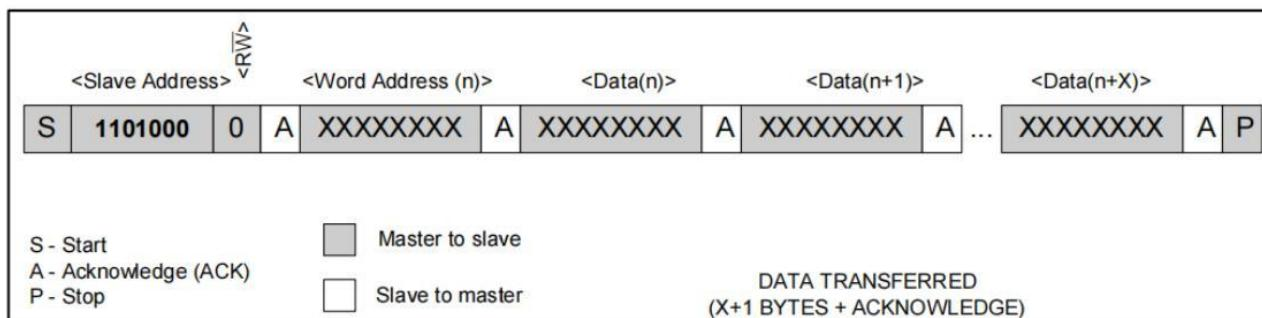

图 6 数据写入——从接收器模式
**1、从接收器模式（写入模式）：**器件通过 SDA 和 SCL 接收串行数据和时钟信号。每接收一个字节就发送一个应答位。START 和 STOP 位于串行传递的始末端。硬件在接收到从地址和方向位（见图 6）后，自动执行地址识别。主器件发起 START 条件后，接收到的第一个字节是从地址。此地址字节包含有 7 位的 D1307 地址：1101000，接着是指示位（R/W）（此时该位为 0）。在接收到并解码出地址信息后，D1307 在 SDA 线上输出一个应答位。在 D1307 应答从地址+写入位之后，主器件将发送一个寄存器地址到 D1307，当 D1307 应答此次传递后，将在 D1307 上设置寄存器指针。之后，主器件能够发送数据字节，且 D1307 每接收一个字节后都将返回一个应答位。寄存器指针在每个字节被写入后自动递增。在所有数据传递完成后，主器件将产生一个 STOP（终止）条件，以此中断数据写入。